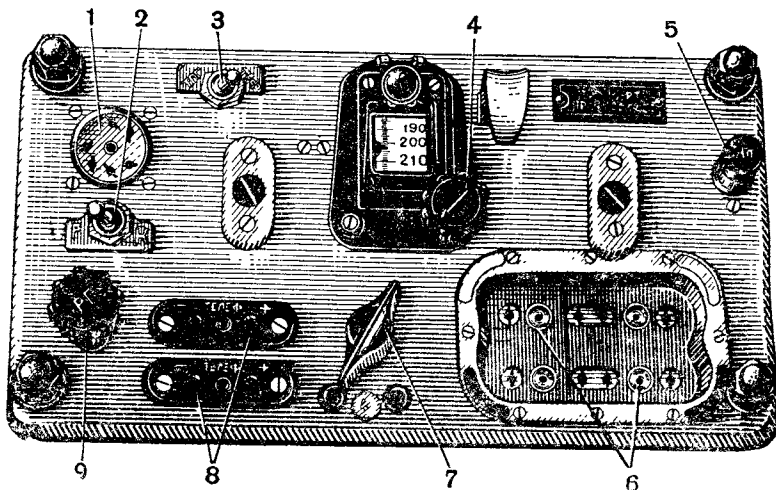
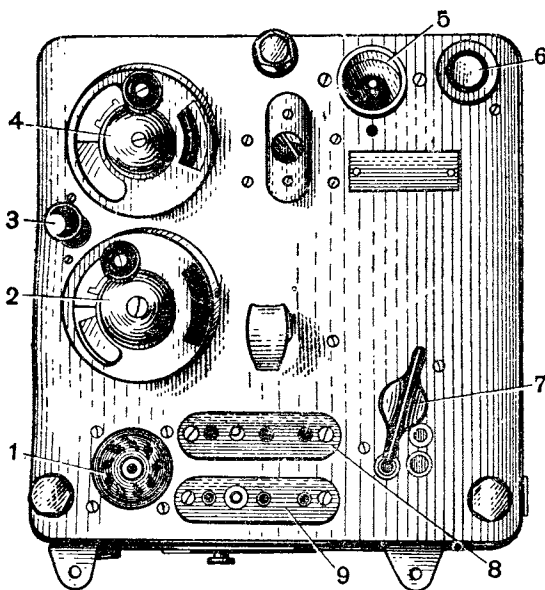

Рис. 258. Передняя панель приемника радиостанции 10PT-26Э:
Рис. 259. Передняя панель передатчика радиостанции 10РТ-26Э:
5. Снять крышки передних панелей приемника (рис. 258) и передатчика (рис. 259), предварительно повернув головки из замков против часовой стрелки.
10. Проверить состояние индикаторной лампочки *б* (рис. 259) на панели передатчика, после проверки плотно завернуть прикрывающий ее колпачок.
12. Вставить и надежно закрепить блоки в гнездах *б* (рис. 258) приемника.
Для настройки приемника (рис. 258) необходимо:
Для настройки передатчика (рис. 259) необходимо:
1. Установить ручку 7 (рис. 258) переключателя волн на приемнике и переключатель 7 (рис. 259) вариометров на передатчике в положение «черное» (для передатчика оно же «желтое»).
1. Поставить переключатель 7 (рис. 258) волн на приемнике и переключатель 7 (рис. 259) вариометров на передатчике в положение «черное». Повернуть ручку 9 (рис. 258) регулятора громкости вправо до отказа.
1. Поставить переключатель 7 (рис. 259) вариометров на передатчике в положение «черное» (то же, что и «желтое»).
8. Для перехода с одной волны на другую нужно одновременно поворачивать в заданное положение ручку 7 (рис. 258) переключателя волн на приемнике и переключатель 7 (рис. 259) вариометров на передатчике.